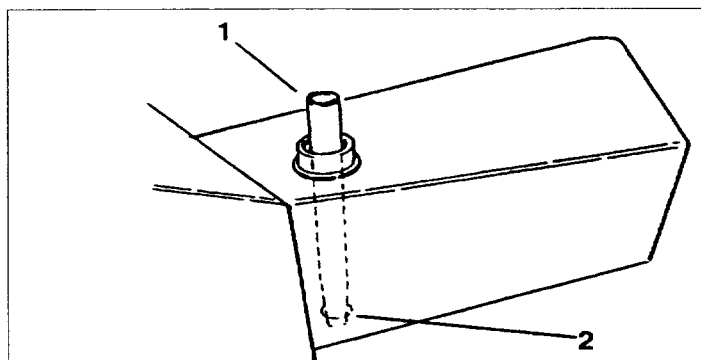

Figure 36
2. Si l'on ne doit changer que le filtre, enlever le bouchon du réservoir et introduire l'obturateur du réservoir (Fig. 36) pour bloquer la sortie.